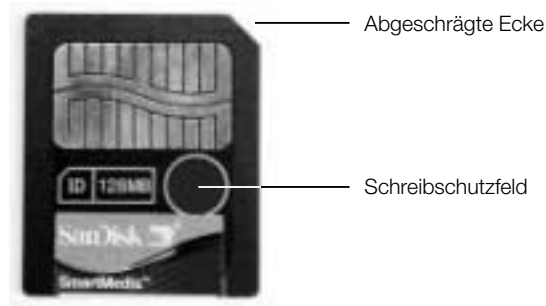
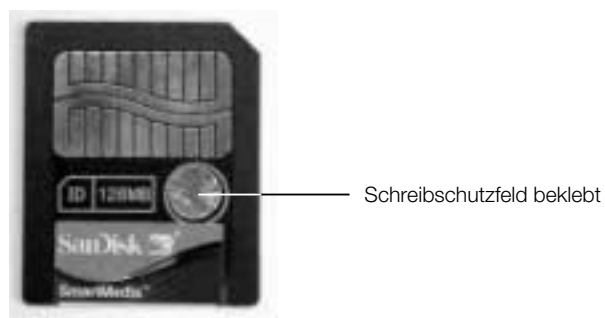

Abbildung 23: +3.3 V Smart Media Card mit 128 MB Speicher
Abbildung 24: +3.3 V Smart Media Card mit aufgeklebtem Schreibschutz
Datensicherung erfolgt mittels einer Smart Media Card, siehe Abbildung 23 und Abbildung 24. Die Karte ist ein reines Speichermedium und ist erhältlich bis zu einer Speichertiefe von 128 MB. Von den Karten gibt es zwei Typen:
- Karten für +3.3 V Betriebsspannung. Man erkennt diese an der abgeschrägten rechten oberen Ecke, siehe Abbildung 23. Darüber hinaus ist dieser Kartentyp in der Regel mit der Aufschrift ID gekennzeichnet.
Für die Multimat2 Geräte können beide Kartentypen beliebiger Speichertiefe verwendet werden. Beide Kartentypen sind mit einem Schreibschutzfeld versehen. Wird auf dieses Feld eine leitende Metallfolie aufgeklebt, ist die Smart Media Card schreibgeschützt, siehe Abbildung 24.